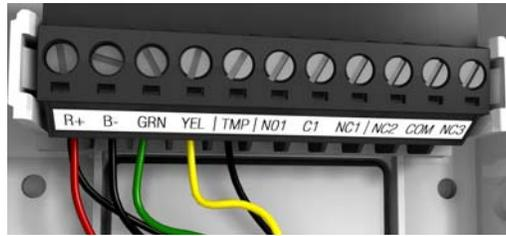

Figure 8 : Câblage de Digiplex
9. Connecter les fils de l'entrée d'alimentation de 12 V.c.c. (rouge et noire) à leurs bornes respectives. Raccorder le bus de communication de DigiPlex EVO dans les bornes verte et jaune (voir la Figure 8). Pour raccorder les câbles avec les autres contacts, se référer au Tableau 1.
18. Raccorder les fils de l'entrée d'alimentation de 12 V c.c. (rouge et noire) à leurs bornes respectives. Raccorder le bus de communication de EVO dans les bornes verte et jaune (voir la Figure 8). Le fil noir de l'interrupteur de sécurité se raccorde à la borne B avec le fil noir de l'alimentation de 12 V c.c. Le fil bleu de l'interrupteur de sécurité se raccorde à la borne TMP du connecteur bus.
Le raccordement du NVX80 au système EVO est assez simple. Il suffit de connecter les quatre câbles comme indiqué à la Figure 8.